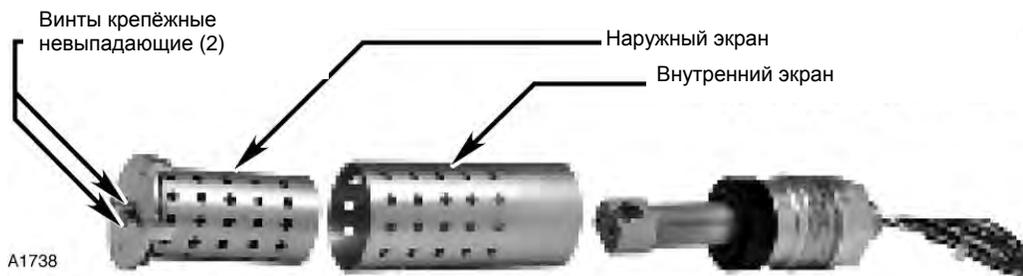
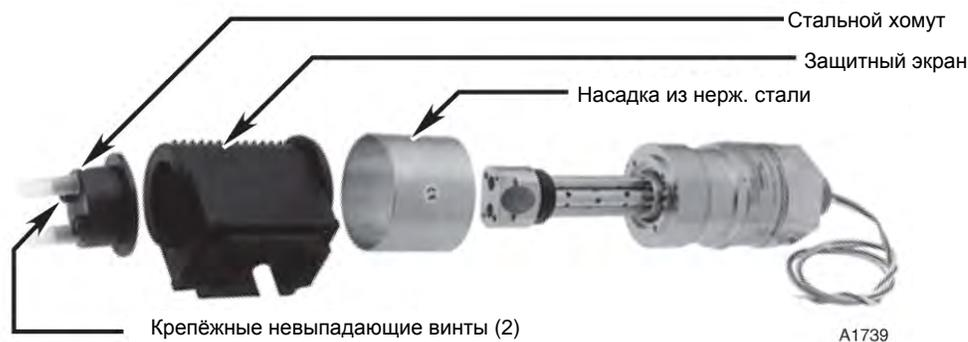

Рис. 10. Разборка алюминиевой модели.
Рис. 11. Разборка модели из нержавеющей стали.
1. Ослабьте два крепёжных винта на торце всепогодного защитного экрана детектора и снимите систему экранов-фильтров. В случае алюминиевой модели пользуйтесь стандартной отверткой. Для модели из нержавеющей стали используйте шестигранный ключ 7/64 дюйма (см. рис.10 и рис.11).
3. В случае алюминиевой модели наденьте наружный экран на блок зеркал. Наружный экран должен быть направлен цельной стороной (без отверстий) в сторону цоколя устройства. Если он ориентирован неправильно, сборка экранов не войдет внутрь наружного экрана. Вставьте сборку внутренних экранов в наружный экран и поворачивайте её до тех пор, пока она не установится полностью, после чего закрепите два крепёжных винта с помощью обычной отвертки (см. рис. 10).
Для модели из нержавеющей стали наденьте стальной хомут на цоколь, после чего оденьте на устройство защитный экран. Установите торцевую заглушку и поворачивайте её до тех пор, пока она не сядет полностью на место, затем завинтите два крепёжных винта, пользуясь ключом 7/64 дюйма (рис. 11).